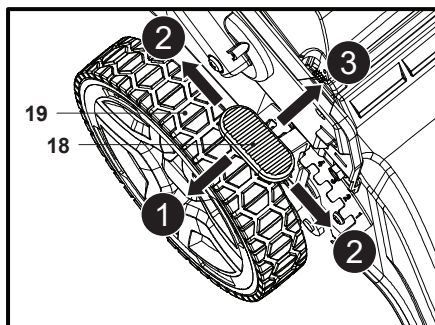

Fig. 11
1. Tirer le levier (18) vers la roue arrière (19) (Fig. 11, étape 1).
2. Déplacer le levier (18) vers l'avant ou vers l'arrière pour régler la hauteur de coupe (Fig. 11, étape 2).
3. Relâcher le levier (18) et s'assurer qu'il s'engage correctement dans l'encoche (Fig. 11, étape 3).